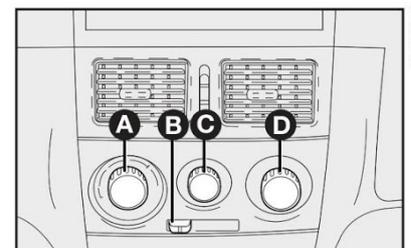

fig. 52
COMANDOS - fig. 52
- 1) Seletor para a temperatura do ar **A-fig. 52** totalmente posicionado à esquerda.
- 2) Seletor do ventilador **C-fig. 52** posicionado na velocidade máxima.
- 3) Seletor de distribuição do ar **D-fig. 52** apontado para ; controlar para que todas as saídas de ar estejam totalmente abertas.
- 4) Ligar o ar-condicionado apertando o seletor **C-fig. 52**.
O ar-condicionado é muito útil para acelerar o desembaçamento, pois desumidifica o ar. É suficiente regular os comandos para a função de desembaçamento e ativar o condicionador, apertando o seletor **C-fig. 52**.
- 1) Condicionador de ar ligado: seletor **C-fig. 52**.
- 5) Recirculação do ar: desligada. Botão **B-fig. 52**.